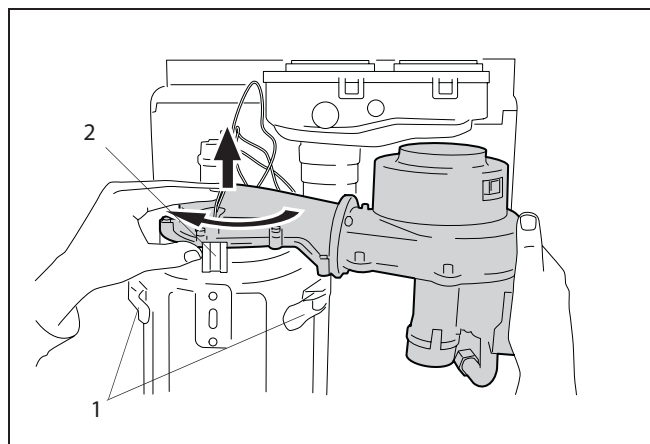

Fig. 42 Rimozione dell'unità di miscelazione aria gas
- Ruotare in avanti di 1/4 di giro il gruppo combinato dell'aria-gas "KombiVENT" (fig. 42, pos. 2).
- Staccare dalla chiusura a baionetta il gruppo combinato dell'aria-gas "KombiVENT" portandolo verso l'alto (fig. 42, pos. 2) ed estrarlo dal lato anteriore della caldaia.
- La parte frontale dello scambiatore di calore può essere smontata sganciando le cerniere. (fig. 42, pos. 1).
- Ruotare in avanti il gruppo combinato "KombiVENT" (fig. 42, pos. 2).
- Staccare dalla chiusura a baionetta del gruppo aria gas "KombiVENT" portandolo verso l'altro (fig. 42, pos. 2) ed estrarlo dal lato anteriore della caldaia.
- Rimuovere il seminvolucro anteriore della camera di combustione. Sbloccare a questo proposito le cerniere laterali di chiusura (quattro) (fig. 42, pos. 1).